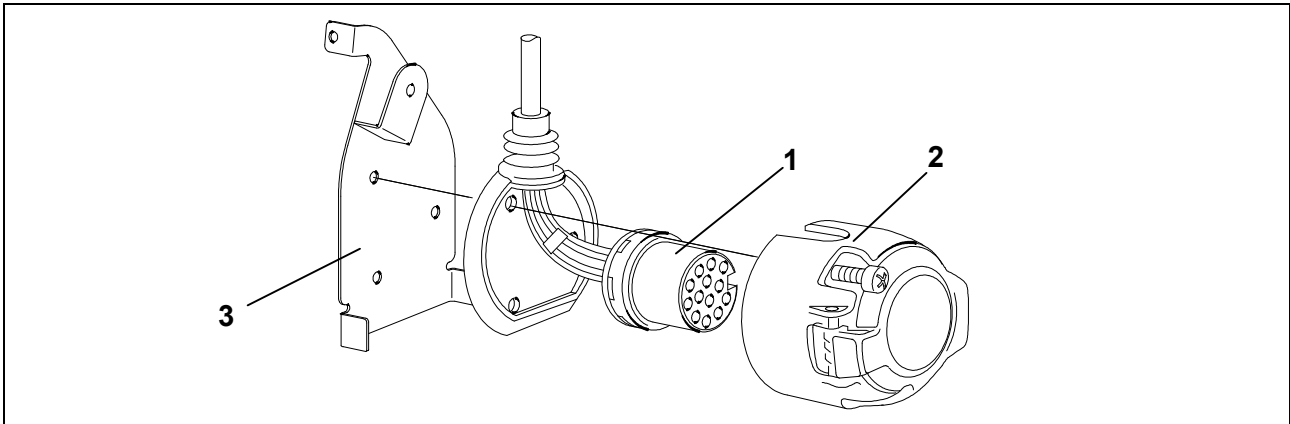

Abb. 2: Steckdose montieren
6. Den Kontakteinsatz (Abb. 2/1) in das Steckdosengehäuse (Abb. 2/2) eindrücken und die Gummidichtung an die Steckdose heranschieben.
7. Die Steckdose mit den beiliegenden Schrauben am Halteblech (Abb. 2/3) festschrauben.